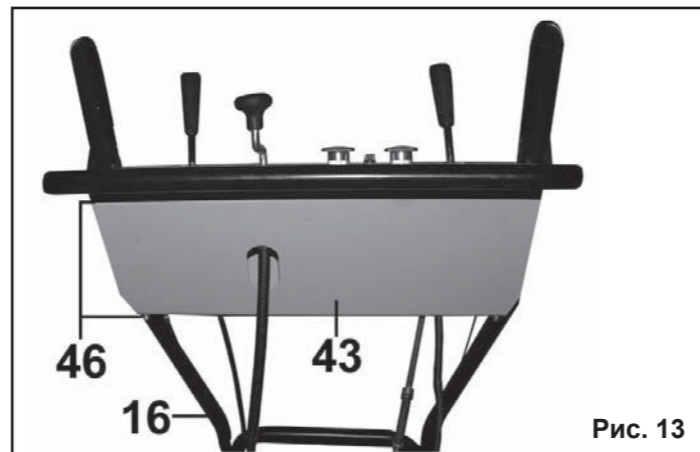

Рис. 13
**6.9. Установка задней крышки панели управления (Рис.13).**